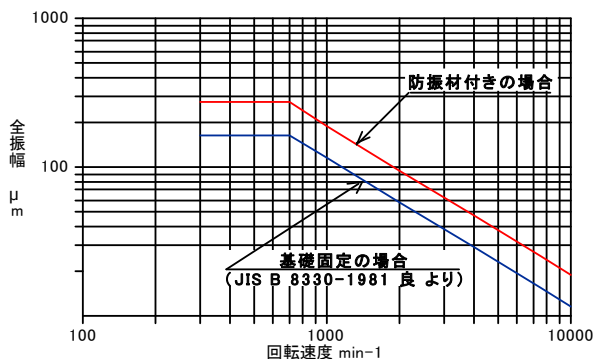

図 15 振動状態の参考判定基準 (軸受箱上において)
- (4) 軸受許容温度は、一般的には室温+40℃以下かつ80℃以下です。温度が軸受許容温度を超えている場合は、運転を停止して点検してください。
- (5) 軸受箱の音や振動は、運転開始数日後の状態を基準として、判断してください。
- (6) ファンが正常で、据付、ダクト配管工事が正しく施工されている場合の振動の基準値を図15に示します。